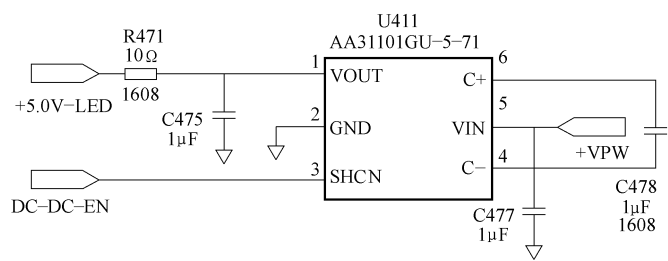

图 5-11 C478 相关电路截图
2) 在上述以 U411、C478 等元器件为核心构成背光供电电路中，实测时发现 U411 的第⑤脚供电为 3.9V 正常，第③脚电压为 2.4V 说明控制电压到位，而其第①脚无输出电压，说明 U411 已损坏。
3) 更换 U411 后第①脚有输出，但电压较低达不到 5V 标准，仔细检查升压电容 C478 是否虚焊，若虚焊则加焊即可。
4) C478 相关电路截图如图 5-11 所示。